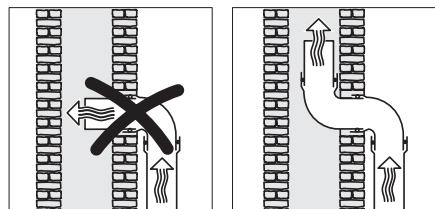

рис. 6.5
- Якщо витяжний канал виводиться в димар, то вхідний патрубок повинен бути зігнутих в напрямку потоку повітря (рис. 6.5);